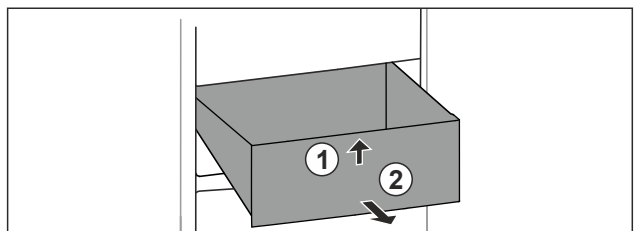

Fig. 25
- ▶ Nadvihnite zásuvku vpredu. Fig. 25 (1)
- ▶ Odoberte zásuvku dopredu. Fig. 25 (2)